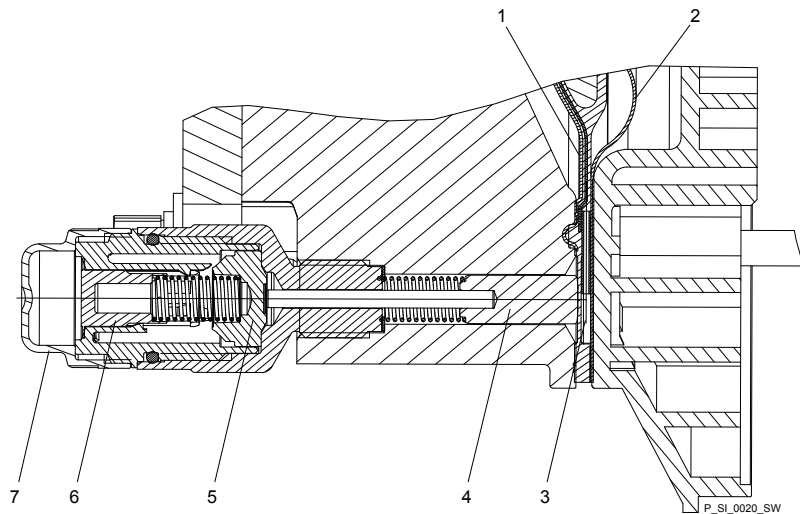

Fig. 22: Corte através da sinalização de ruptura de membrana Sigma (versão "Indicação visual de ruptura")
2. ➤ Caso o êmbolo do sensor de ruptura de membrana, ver Fig. 22 pos. 4, tenha ficado húmido ou sujo então este e a perfuração no qual está inserido devem ser limpos.